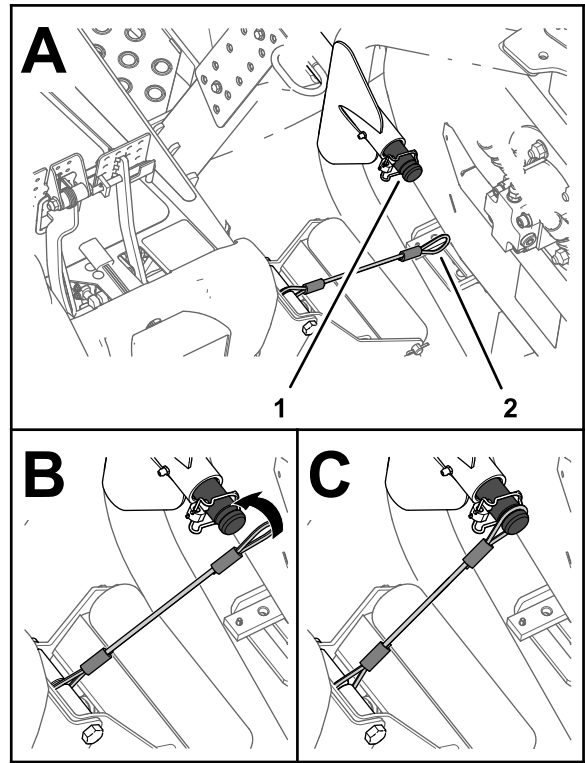

Figura 71
5. Alinee el amarre al eje de tiro del brazo de elevación de la unidad de corte exterior delantera (Figura 71).
6. Deslice el bucle del amarre sobre el eje de tiro hasta que el amarre quede totalmente asentado en la ranura del eje (Figura 71).